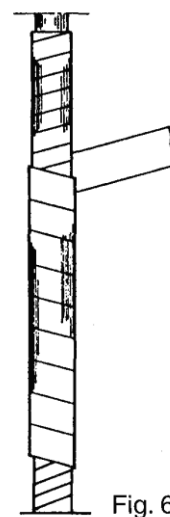

Рис. 6
**5.5.6.** Плотнo обмотайте соединение двумя или более слоями изоляционной ленты с артикульным № 50 (от 3M-Minnesota) или аналогичной (см. рис. 6).